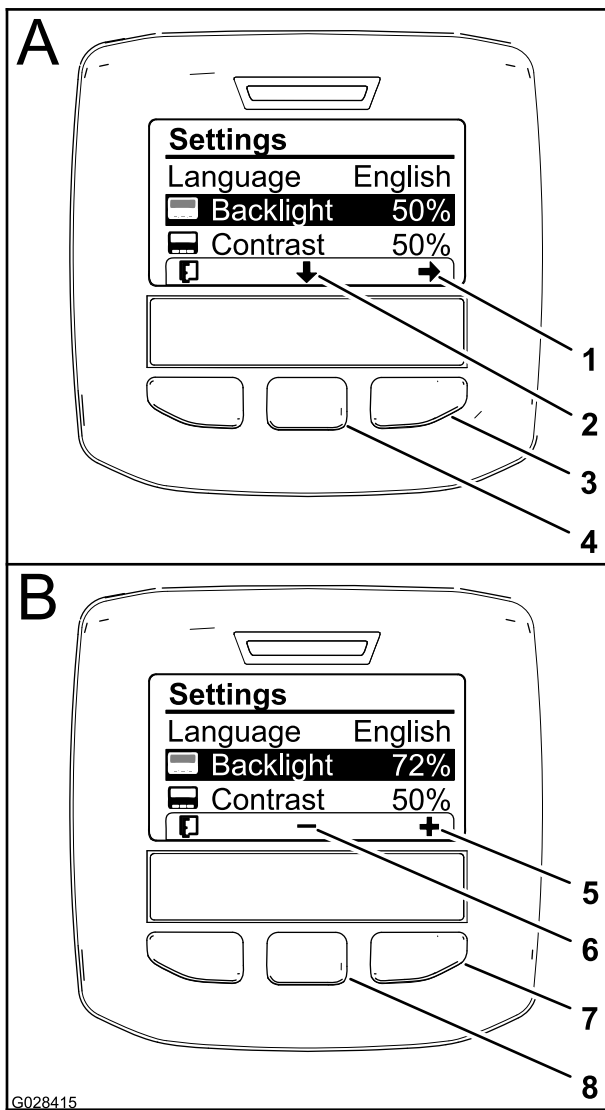

Figure 64
2. Pour régler l'intensité du rétroéclairage, appuyez sur le bouton de sélection central (situé sous la flèche vers le bas dans l'affichage) pour sélectionner l'option de réglage du rétroéclairage (Figure 64).
- Appuyez sur le bouton de sélection droit pour afficher le menu contextuel de réglage de la valeur (Figure 64).
- Utilisez les boutons de sélection droit et central pour modifier la luminosité de l'affichage (Figure 64).
- Appuyez sur le bouton de sélection gauche (situé sous l'icône de liste dans l'affichage) pour sauvegarder votre sélection, quitter le menu Rétroéclairage et retourner au menu Réglages (Figure 64).
- Pour régler le contraste de l'affichage, appuyez sur le bouton de sélection central (situé sous la flèche vers le bas dans l'affichage) pour sélectionner l'option de réglage du contraste (Figure 64).
- Appuyez sur le bouton de sélection gauche (situé sous l'icône de liste dans l'affichage) pour sauvegarder votre sélection, quitter le menu Contraste et retourner au menu Réglages (Figure 64).
- Appuyez sur le bouton de sélection gauche pour quitter le menu Réglages et retourner au menu principal (Figure 62 et Figure 64).
- Appuyez sur le bouton de sélection gauche pour retourner à l'écran d'accueil (Figure 64).